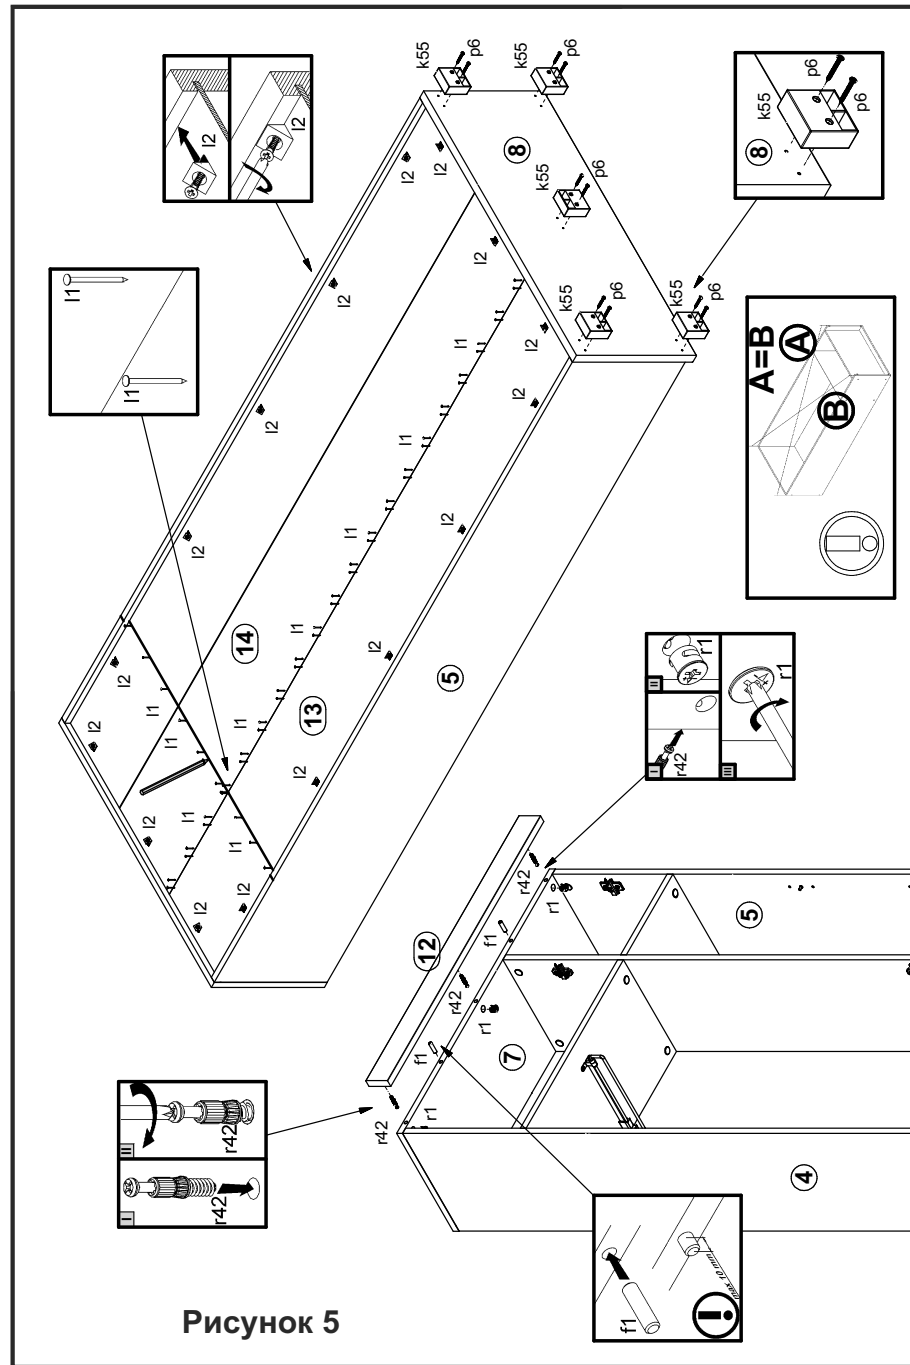

Рисунок 5
8. На нижней поверхности щита нижнего **8** закрепить опоры полимерные **k55** шурупами **p6** (см. рис. 5).
13. Положить корпус изделия фасадными кромками вниз на ровную поверхность и выровнять его, измеряя рулеткой расстояние между противоположными углами по диагонали. Расстояния должны быть равными (см. рис. 5).
14. Закрепить стенки задние **9, 10** на корпусе изделия гвоздями **I1** с шагом **80-120 мм** и элементами крепления задней стенки **I2** (см. рис. 5).
15. Установить изделие на опоры. Присоединить планку декоративную **12** к передней кромке щита **7** и затянуть стяжки эксцентриковые **g1**, пользуясь отверткой (см. рис. 5). Стяжки эксцентриковые **g1** на стенках **4, 5, 6** и полках **9, 10** закрыть заглушками **s2**.